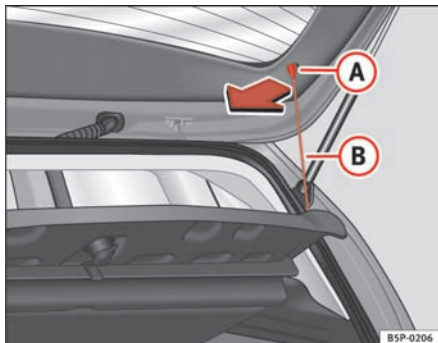

Fig. 119 Bagagerumsafdækning
- Hægt stropperne ⇒ fig. 119 **B** af holderne **A**.